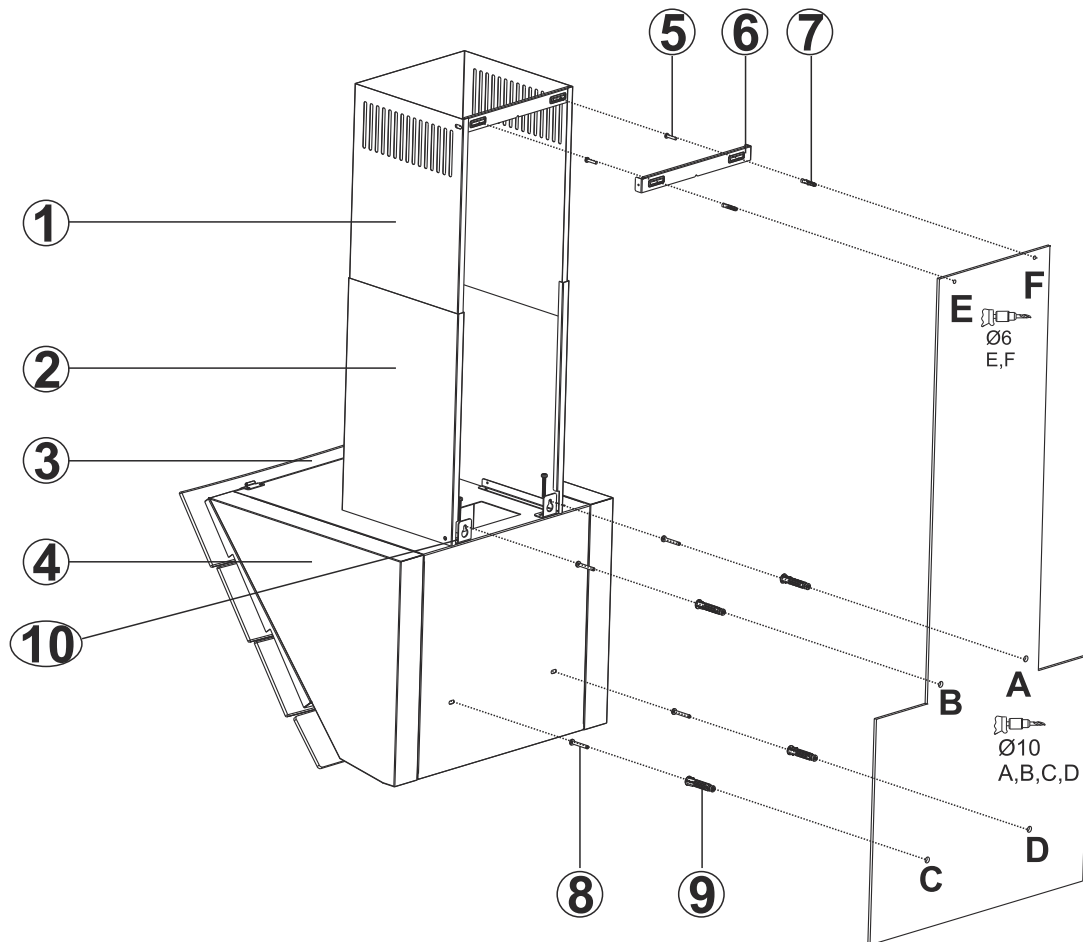

Fig. 8: MONTERING INSTALLATION OG DELE.
- Placere monteringskabelonen på væggen alt efter ønskede højde af emhætten i forhold til kogepladen (følg vores anbefalinger mht højde). Markerer A, B, C og D punkterne (Fig. 8)
- På punkterne A, B, C og D bores og indsættes Ø10mm rawplugs. Skru derefter 2 x 5,5x60 i A + B-punkterne med en afstand af 5mm mellem væggen og skruerhovedet.(Fig. 8).
- Montere ophængingsbeslagene på emhættens top med 2 x M5x35 skruer (Fig. 8/10)
Indvendig og udvendig skorsten sættes ind i hinanden (Fig. 8).
- Vægbeslaget til skorstenen (6) holdes hen mod væggen der hvor den skal placeres. Herefter markeres punkterne E & F (Fig. 8).
- Bor punkter E og F med Ø 6 mm bor, og sæt Ø 6 mm rawl-plugs. Monter vægbeslaget til skorstenen med 3,9x22 skruer (Fig. 8).